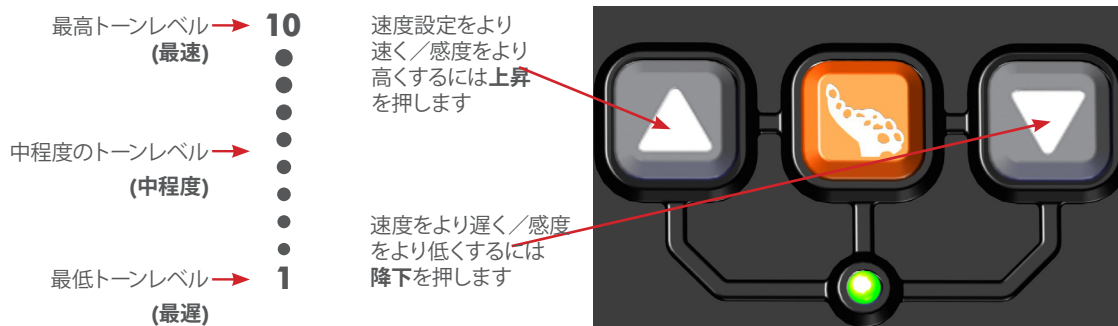

図1
注意: デフォルト設定は最高速度レベルの70%です。トーンはレベル(1～10)に従って上がります。図 1
2. より高速に設定するには上昇ボタンを、より低速に設定するには下降ボタンを押します。図1
注意: デフォルト設定は範囲の中央です。トーンはレベル(1～10)に従って上がります。図1
2. 感度設定を上げるには上昇を、感度設定を上げるには下降を押します。図1